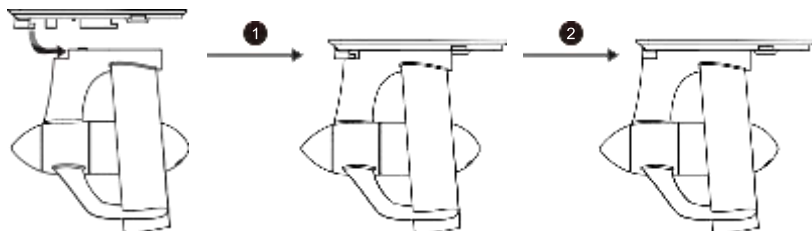

Abb. 3-3
1) Befestigen Sie den aufblasbaren SUP-Finnen-Adapter am Motorfuß. (Abbildung 3-3)